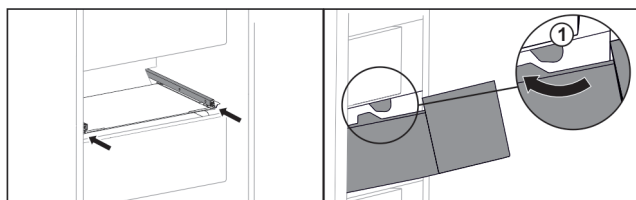

Fig. 31
- ▶ Vezesse el a fiókot az ütközők Fig. 31 (1) körül.*